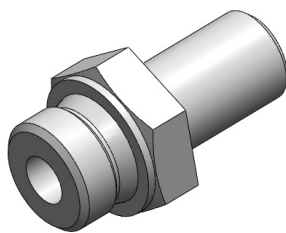

图 2-88 旋转切除操作
STEP 4 单击“草图”工具栏中的“旋转切除”按钮, 选择中心线为旋转中, 进行 360° 的旋转切除操作, 完成管接头的创建, 效果如图 2-88 所示。